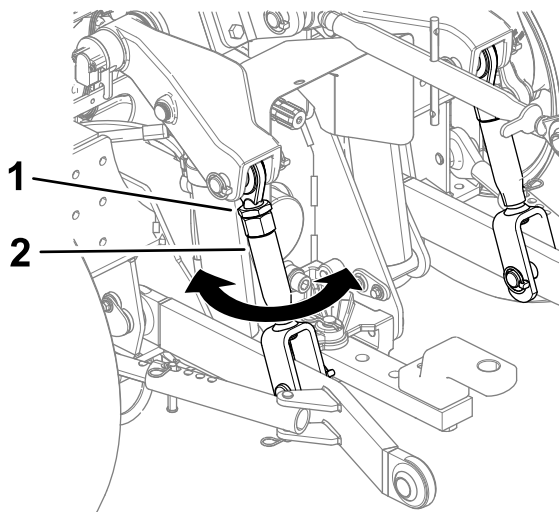

Рисунок 24
1. Ослабьте контргайку на любом из раскосов (Рисунок 24).
2. Отрегулируйте раскос, завернув или отвернув его так, чтобы навесное оборудование находилось в горизонтальном положении (Рисунок 24).
3. Затяните контргайку (Рисунок 24).